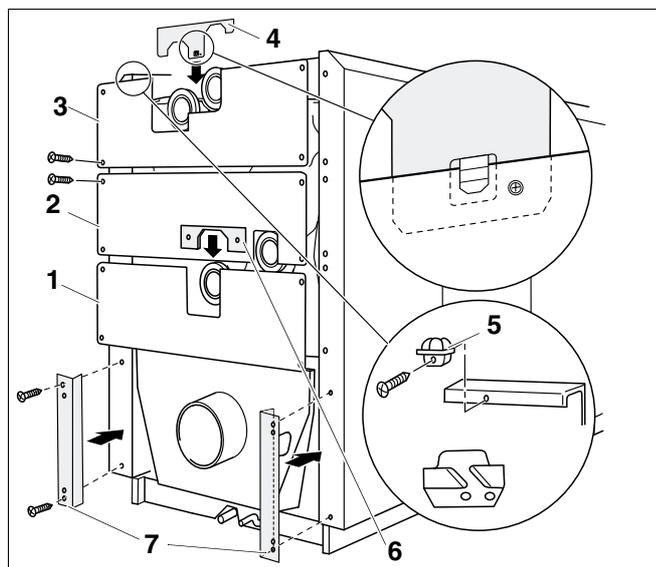

Fig. 26 Montaggio degli elementi del pannello posteriore
Il pannello posteriore si compone di 7 elementi (fig. 26).
- Fissare l'elemento inferiore del pannello posteriore (fig. 26, **pos. 1**) con 2 viti autofilettanti a destra e 2 a sinistra sul bordo ripiegato del pannello laterale.
- Fissare il lamierino centrale del pannello posteriore, (fig. 26, **pos. 6**) con il bordo ripiegato rivolto verso l'interno, con 2 viti autofilettanti all'elemento inferiore del pannello posteriore (fig. 26, **pos. 1**).
- Inserire l'elemento centrale del pannello posteriore (fig. 26, **pos. 2**) con il bordo ripiegato a Z dietro l'elemento inferiore del pannello posteriore, appoggiarlo al bordo ripiegato del pannello laterale e fissare con 2 viti autofilettanti a destra e 2 a sinistra.
- Inserire l'elemento superiore del pannello posteriore (fig. 26, **pos. 3**) con il bordo ripiegato a Z dietro l'elemento centrale del pannello posteriore, appoggiarlo al bordo ripiegato del pannello laterale e fissare con 2 viti autofilettanti a destra e 2 a sinistra.
- Agganciare il lamierino superiore del pannello posteriore (fig. 26, **pos. 4**) con la linguetta all'elemento superiore del pannello posteriore e fissare con una vite autofilettante.
- Avvitare uno o due ferma cavi (fig. 26, **pos. 5**) o una canalina all'elemento superiore del pannello posteriore.
- Fissare la piastra di chiusura destra e quella sinistra (fig. 26, **pos. 7**) al rispettivo pannello laterale utilizzando 2 viti autofilettanti su ciascun lato.